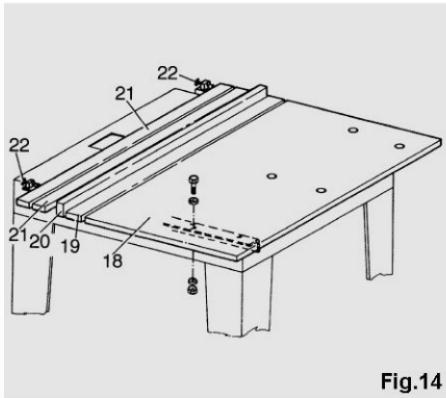

Fig.14
- 3) Bien serrer toutes le vis des équerres et procéder au blocage du plan. Positionner le plan de bois (18) et le fixer avec les vis, les écrous et rondelles comme dans la figure 14. Ensuite poser les pièces suivantes dans l'ordre indiqué:
- la latte avant (19), large de 85 mm;
- la règle de butée (20), haute de 60 mm;
- les deux règles (21), larges de 60 mm, derrière la règle de butée;
- fixer enfin le tout à la table de travail avec les papillons de blocage (22).